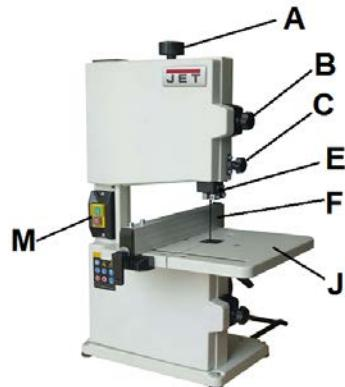

Рис. 1
- Поместите рабочий стол (J, рис.1) на корпус станка сзади. Зафиксируйте рабочий стол с помощью шайбы, фиксатора (C, Рис.7) и фиксирующей ручки (D, Рис.7).